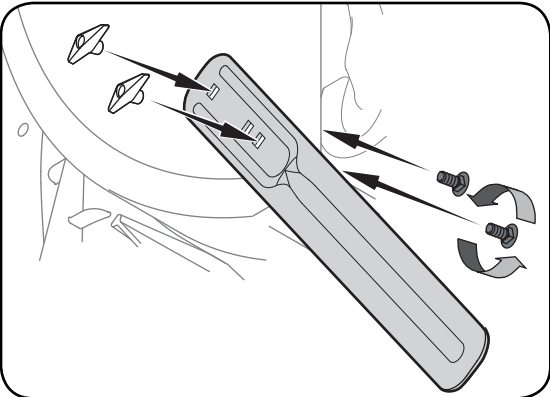

Figure 3-9
- Positionnez les barres de coupe pour qu'elles fient face à l'avant comme illustré à la Figure 3-9. Maintenez-les en place avec la boulonnerie enlevée précédemment, les écrous à oreilles devraient être attachés sur l'extérieur du logement comme illustré.